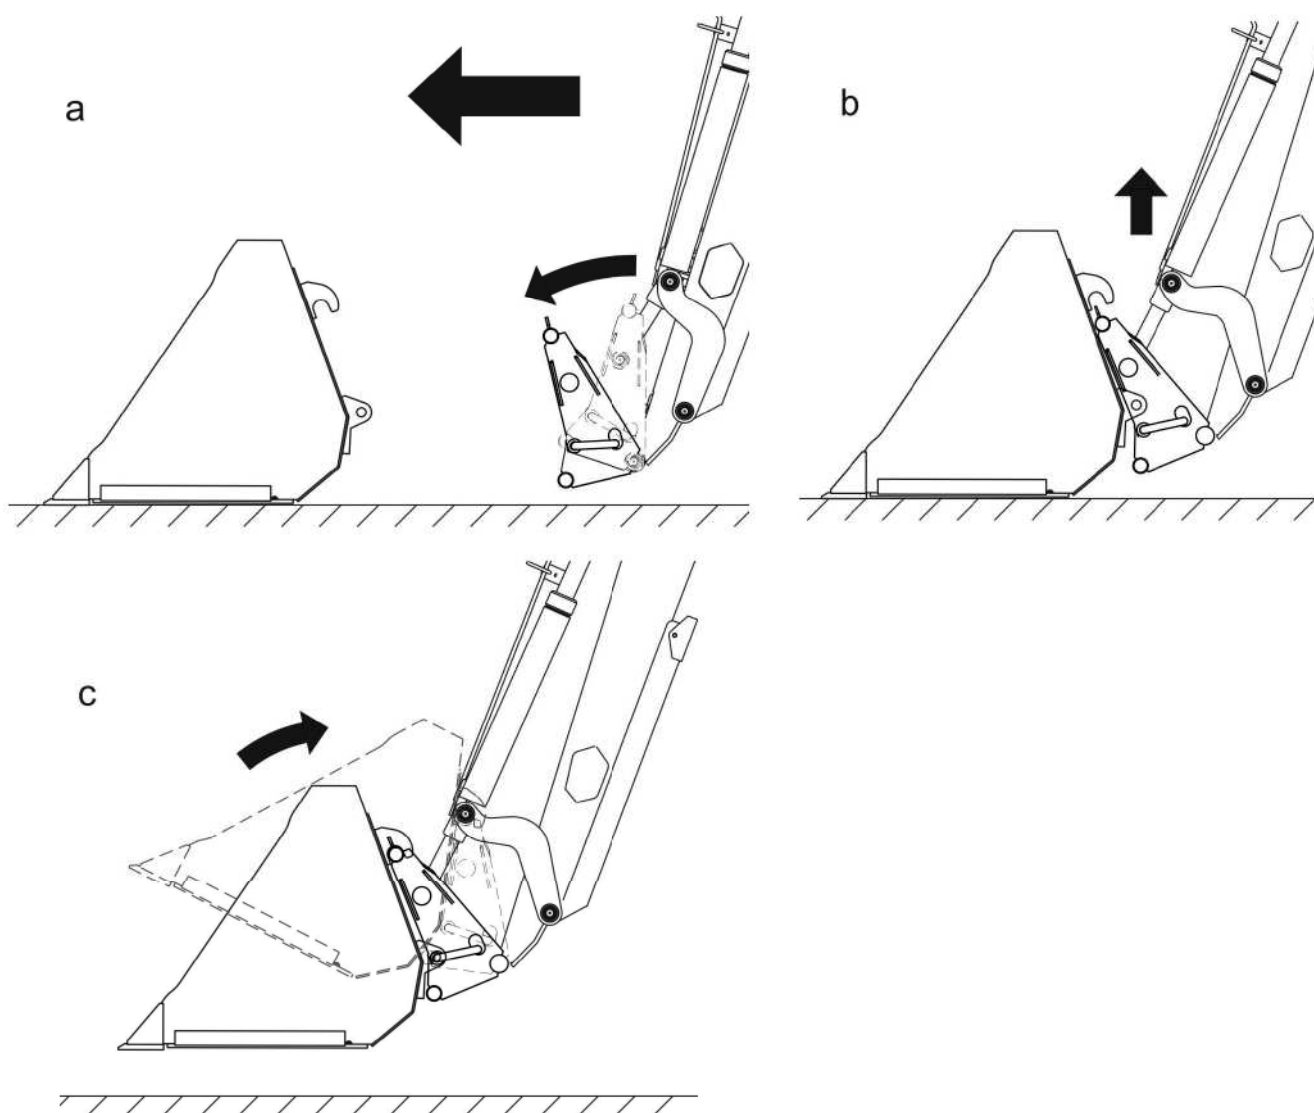

РИСУНОК 4.1 А Монтаж рабочего органа на фронтальном погрузчике
- опустить стрелу-манипулятор и повернуть рамку вниз таким образом, чтобы места крепления на рамке быстрого крепежа оказались ниже мест крепления в рабочем органе; (*рис. 4.1А, поз. а*)
- поднять стрелу, зацепляя места крепления за крюки оборудования (*рис. 4.1А, поз. б*);
- управляя рычагом в кабине, отклонить рамку назад, вызывая тем самым блокировку быстроразъемного соединения (*рис. 4.1А, поз. с*);